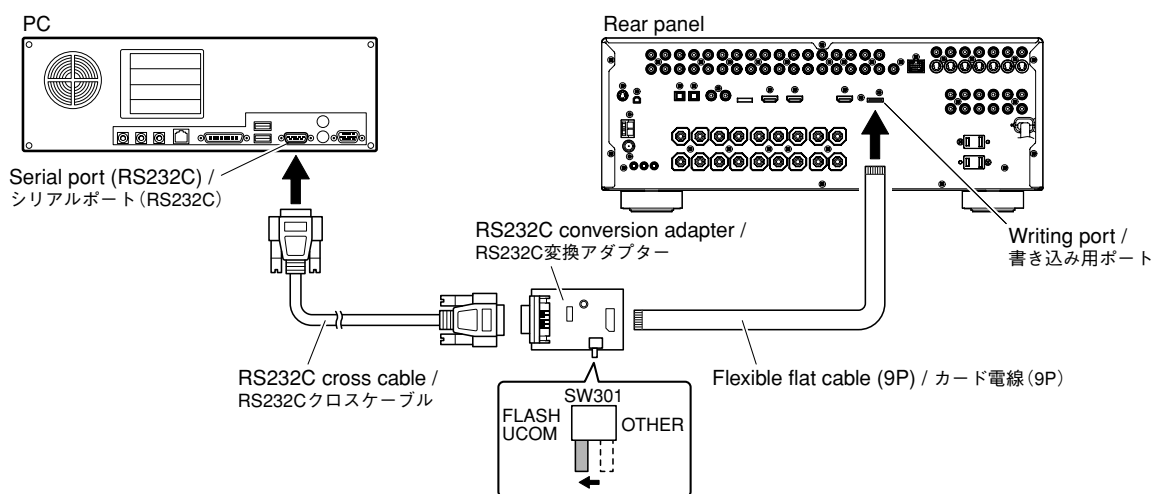

Fig. 1
2. Set the switch (SW301) of RS232C conversion adapter to the "FLASH UCOM" side. (Fig. 1)
3. Connect the writing port of this unit to the serial port (RS232C) of the PC with RS232C cross cable, RS232C conversion adapter and flexible flat cable as shown below. (Fig. 1)
2. RS232C変換アダプターのスイッチ(SW301)を“FLASH UCOM”側に設定します。(Fig.1)
3. 本機の書き込み用ポートとPCのシリアルポート(RS232C)を下記のように接続します。(Fig. 1)